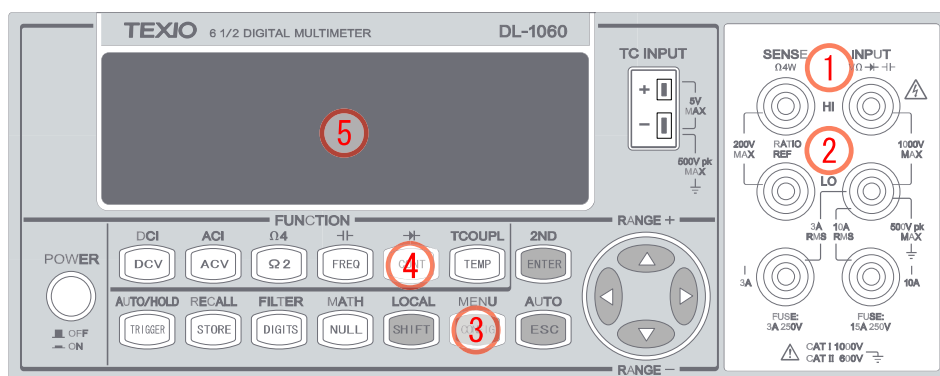

図 2-8
- ① 図 2-8 に示すようにテストリードを端子に接続します。
- ② テストリードを測定対象に接続します。
- ③ CONT ボタンを押します。
- ④ CONFIG、ENTER ボタンを順に押して抵抗のしきい値を設定します。初期設定を使用する場合は、次のステップに進んでください。設定ができれば ENTER ボタンを押します。
- ⑤ 測定値がディスプレイに表示されます。テスト抵抗がしきい値以下の場合、マルチメータのビープ音が鳴ります。